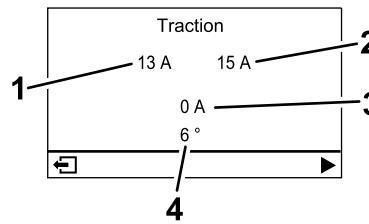

Figure 27
- **Écran du moteur de traction** (Figure 27) : indique l'angle de braquage et l'intensité attribués à chaque moteur de déplacement.